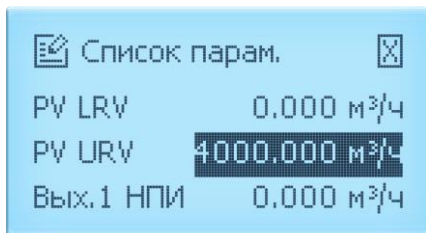
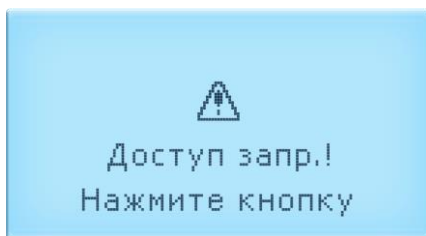
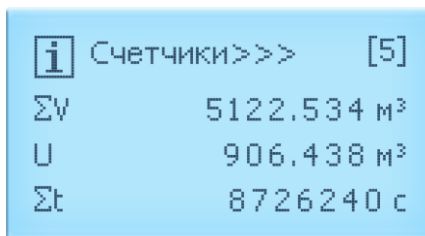

Рисунок 2.12 – Меню ЭЛЕМЕР-РЭМ-2 с ВПР-02Н
Рисунок 2.15
Рисунок 2.19 – Экран № 5 «Счетчики»
- нажать кнопку «↶». На индикаторе ЭЛЕМЕР-РЭМ-2 появится окно «Список парам.», в котором возможен просмотр значений параметров конфигурации (рисунок 2.12).
Если пароль набран неправильно, то на индикаторе появится сообщение «Доступ запр.! Нажмите кнопку» (рисунок 2.15). После нажатия любой кнопки произойдет возврат к окну «Список парам.» (рисунок 2.12).
2.5.2.3 Для возврата к экрану № 8 «Настройки» из окна «Список парам.» (рисунок 2.12)
- ↩ - подтверждение выбранного значения с последующим переходом к окну «Список парам.» (рисунок 2.12).
Для возврата к окну «Список парам.» (рисунок 2.12) без сохранения изменений:
- ↵ - подтверждение ввода с последующим переходом к окну «Список парам.» (рисунок 2.12);
- X - возврат к окну «Список парам.» (рисунок 2.12) без сохранения изменений.
2.5.7.1 При выборе экрана №5 «Счетчики» (рисунок 2.19) возможен просмотр и переход к сбросу пользовательских счетчиков:
2.5.7.4 Если пароль набран неправильно, то на индикаторе появится сообщение «Доступ запр.! Нажмите кнопку» (рисунок 2.15). После нажатия любой кнопки произойдет возврат к экрану № 5 «Счетчики» (рисунок 2.19).